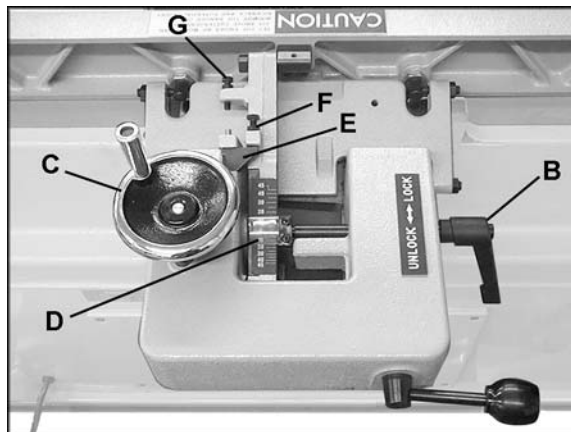

Figure 18
1. L'arrêt arrière de 45 est contrôlé par la vis (G, Figure 18) qui touche l'arrière du guide lorsqu'il est incliné vers l'arrière.
2. Basculez le bloc d'arrêt (E, Figure 18) hors du chemin.
3. Desserrez le manche de verrouillage (B, Figure 18) et l'écrou hexagonal sur la vis (G, Figure 18).
5. Au besoin, tournez la vis (G, Figure 18), jusqu'à ce que le gui s'aligne sur le dispositif de mesure d'angle.
6. Resserrez l'écrou hexagonal sur la vis (G, Figure 18) et le manche de verrouillage (B, Figure 18).
Vous pouvez tourner tous les manches de verrouillage du type illustré en B, Figure 18 s'ils bloquent la voie aux autres pièces de la machine. Tirez simplement sur le manche de verrouillage et tournez-le, puis relâchez, en vous assurant qu'il s'installe correctement.